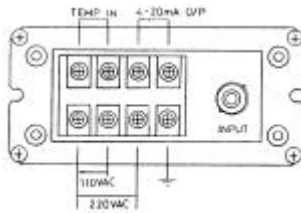

图 4 后面板接线图
1. 将 AC 电源接到仪表后面。AC 电源线应接地（参见图 4）。
2. 将一个带有 BNC 接插件的 pH 组合电极接入 INPUT（参见图 4）。
3. 将一个带有二个铲形凸缘的接插件的 pt-100 ATC（温度自动补偿）探针接入 ATC 输入处（参见图 4）。
最好从 AC 电源线有第三根导线连到金属仪表壳上（参见图 4）。